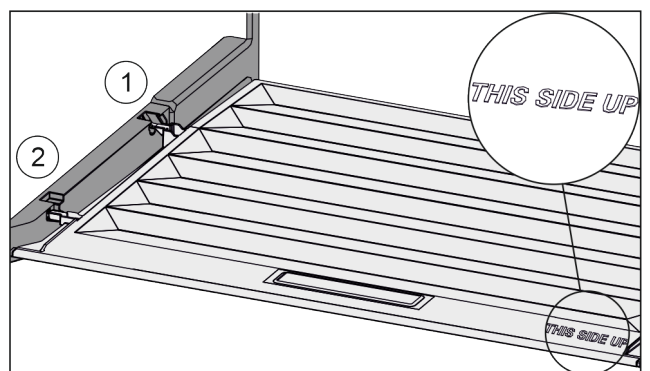

Fig. 108
- ▶ Вставити поперечні ребра через отвір заднього тримача Fig. 108 (1) і зафіксувати спереду у тримачі Fig. 108 (2).